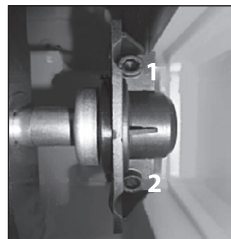

Рис. 6.4
3. Закрутите винты (1) и (2) (рис. 6.4).